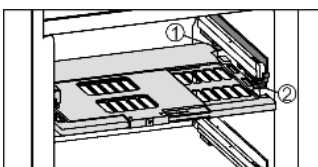

Fig. 31
- ▶ Установка пластины регулировки влажности: поперечные ребра крышки на пластине вставить через низ в задний держатель Fig. 31 (1) и защелкнуть спереди на держателе Fig. 31 (2).